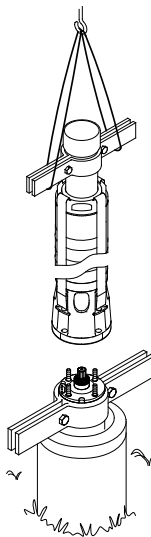

Fig. 16 Sollevamento in posizione della pompa
3. Sollevare la parte idraulica della pompa usando le fascette installate sul tubo montante. Vedi fig. 16.